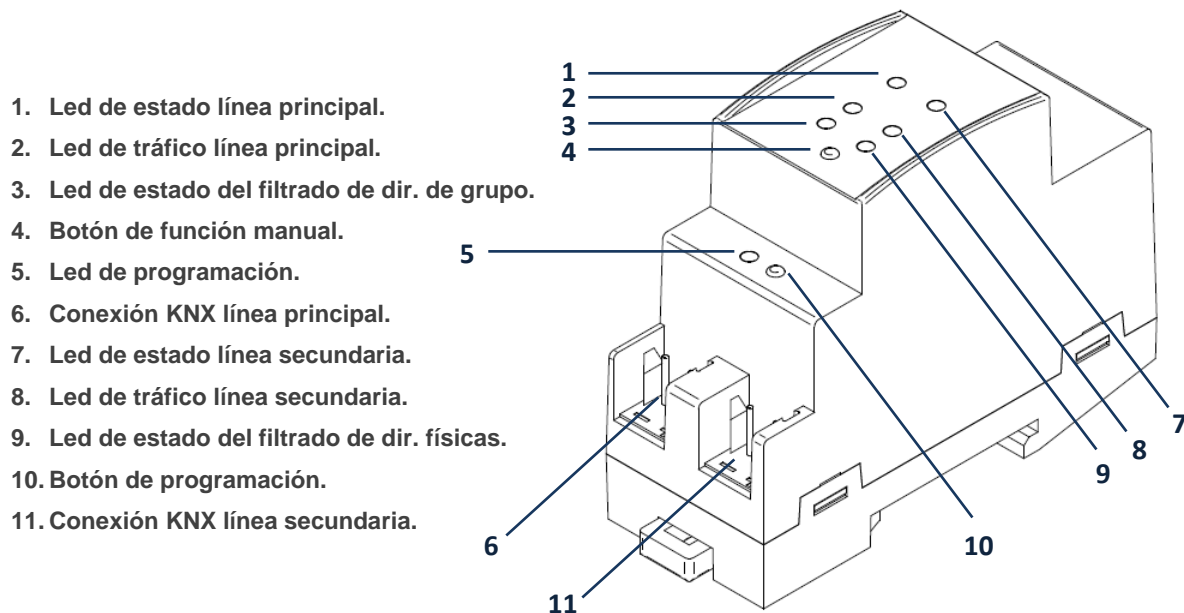

Figura 2 Diagrama de elementos
Tal como muestra la Figura 2, para el acoplamiento de las líneas KNX deberá conectarse cada una de ellas a uno de los dos conectores KNX del dispositivo (6, 11). Una vez conectadas, el acoplador de línea podrá ser debidamente instalado en el carril DIN según el procedimiento habitual.
Para que Linecoupler CL entre en el **modo de programación**, deberá presionarse el botón de programación (10) mostrado en la Figura 2. Después de una breve pulsación, el LED de programación se iluminará en rojo.
Linecoupler CL incorpora un pulsador adicional en la cara superior, junto a los LEDs de estado (ver (4) en la Figura 2) para: